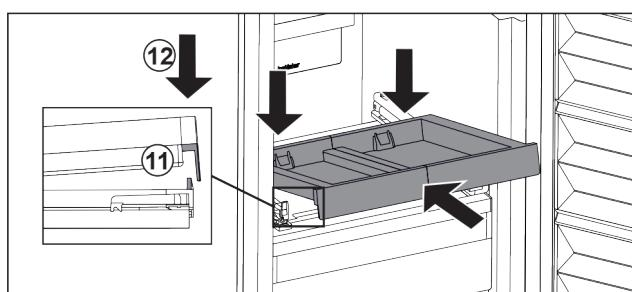

Fig. 27
- Вкарайте под ъгъл. Обърнете внимание на това, ограничителят и от двете страни да е зад езичето. Fig. 27 (11)
- Спуснете изтеглящата се дъска отпред. Fig. 27 (12)